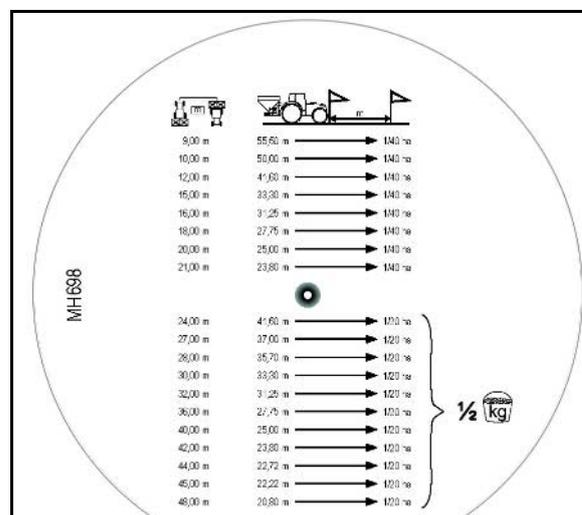

Fig. 63
Cherchez le nombre A sur l'échelle (Fig. 63/2) correspond aux quantités d'engrais recueillies [kg] (A) et mettez-le en vis à vis avec la valeur de réglage (Fig. 63/3) forfaitaire choisie (B).
3. Recherchez le débit d'engrais souhaité (C) et utilisez en vis à vis la valeur de réglage des trappes correspondante (position) (D).